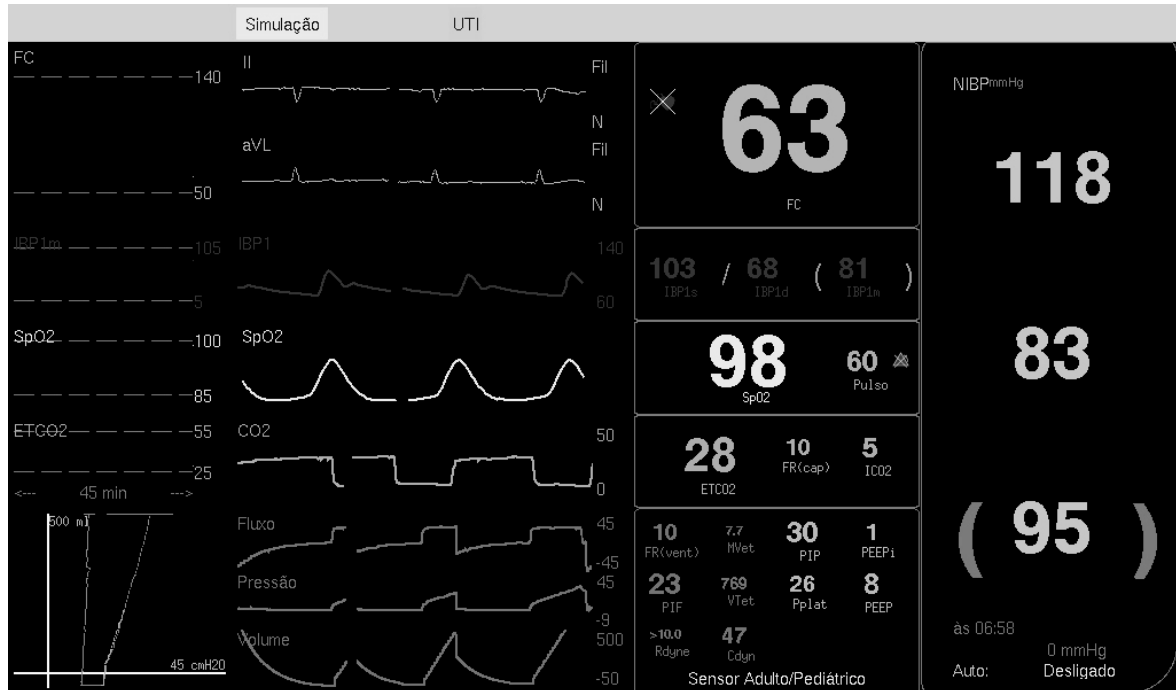

Figura 1.3-3: Exemplo de tela do DX 2023 com prioridade para evolução
- Tela com evolução: Neste formato de tela é mostrada a evolução dos parâmetros, as curvas e os valores numéricos (parâmetros). Vide exemplo na figura 1.3-3;